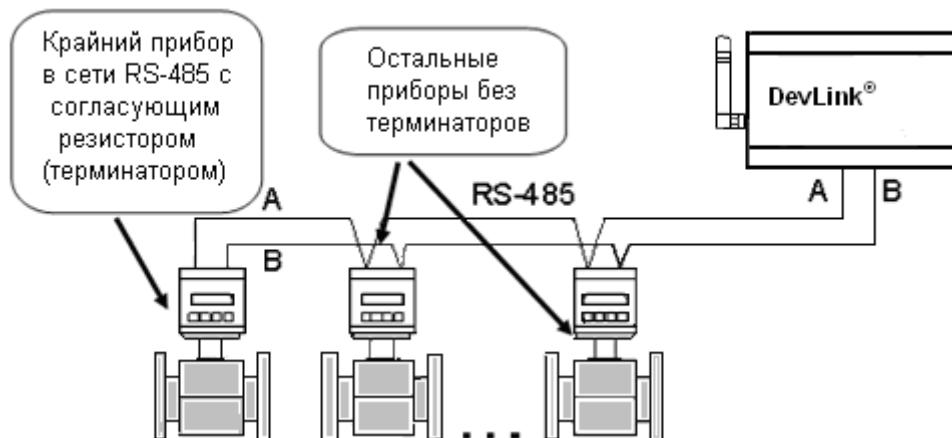

Рисунок 10 – Пример подключения к контроллеру DevLink® сети RS-485
- **DevLink®** должен быть крайним звеном в цепи приборов, объединенных в сеть RS-485 (не должен включаться в разрыв цепи RS-485, рисунок 10).